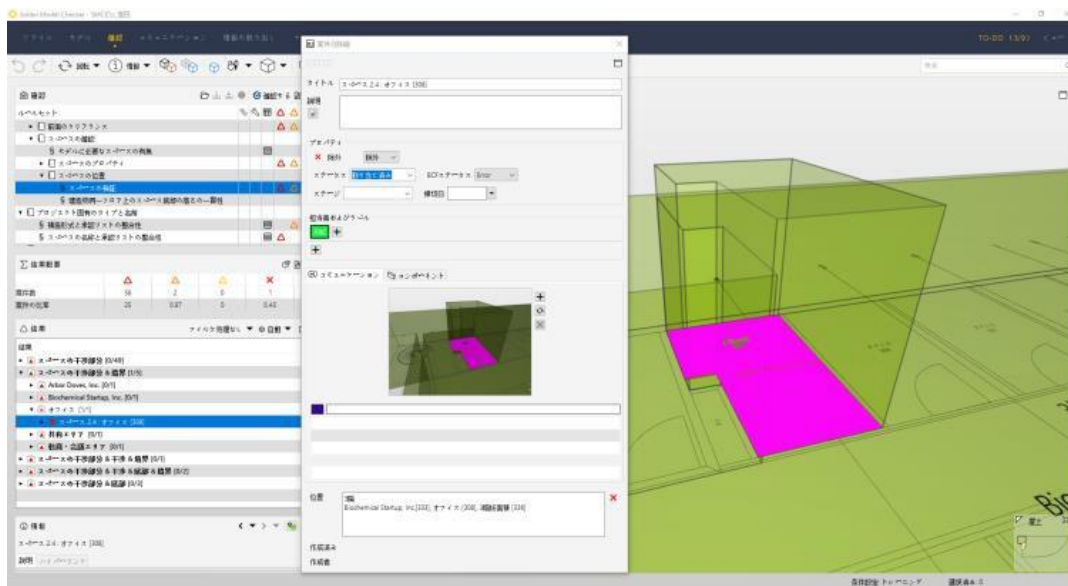

図 65. 案件の詳細
- ⑥ 案件の項目を右クリックし、コンテキストメニューから「スライドを追加」を選択します。案件の詳細のウィンドウにコメントに「スペースの境界が囲まれた壁にあっていない」と書き込みます。「プロパティ」タブへ移動し、この案件の担当者を割り当てるため、担当者の項目から「ARC」を選択し、「OK」をクリックします。(図 65 を参照)
(4) 干渉チェック